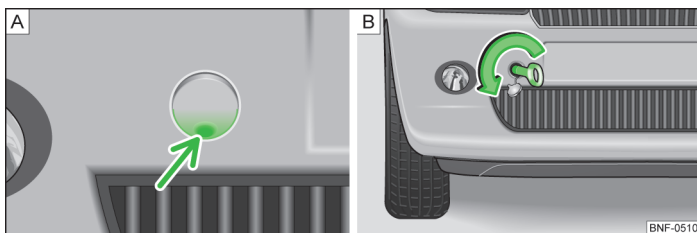

Fig. 123 Forreste stødfanger: Afdækning / Montering af slæbeøjle
- Tryk på den nederste del af afdækningen (pil) » Fig. 123 - [A] for at løsne afdækningen fra fastgørelsen.
- Skru slæbeøjet helt i pilens retning med hånden » Fig. 123 - [B]. Til fastspænding anbefaler vi, at du fx anvender hjulnøglen, slæbeøjet fra en anden bil eller en lignende genstand, som kan stikkes gennem øjet.